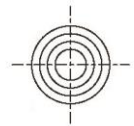

Fig. 2
12. Même si la pince est soumise à une surcharge de 120 %, la profondeur d'incision ne sera que de 0,2 à 2,5 mm environ (variation possible en fonction de la capacité), ce qui représente environ la moitié de celle d'une pince classique. De plus, le profil de la dent étant circulaire, aucune marque de pression dommageable n'est laissée sur la charge en suspension, ce qui garantit la tranquillité d'esprit des utilisateurs. (Voir fig. 2)